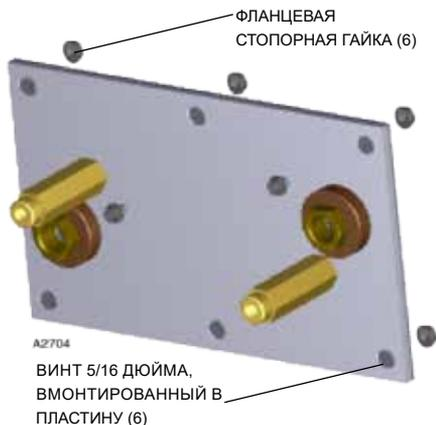

Рисунок 6. Панель для крепления Q5016 в воздуховод и крепежные элементы
- Снимите шесть стопорных гаек по периметру пластины. Винты заворачиваются через пластину и должны остаться на месте (рис. 6).